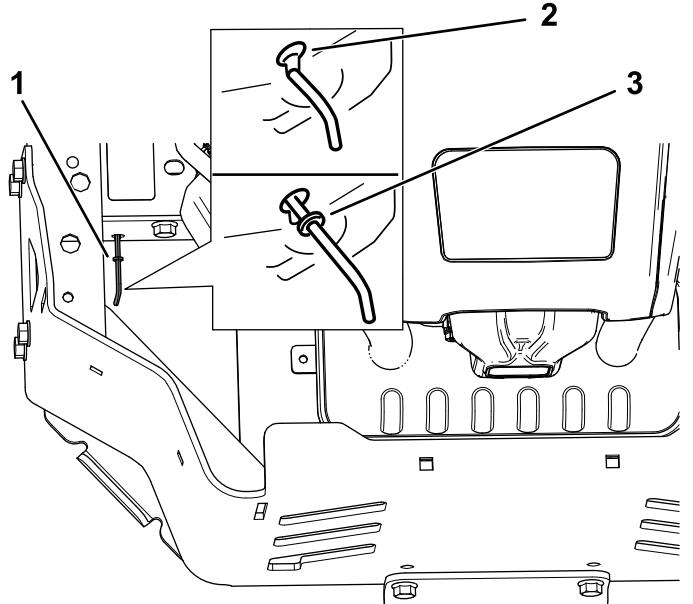

Figure 31
- Déplacez les leviers de dérivation en avant dans l'encoche en trou de serrure, puis vers le bas pour les verrouiller en position (Figure 31).
Déplacez les leviers de dérivation en arrière dans l'encoche en trou de serrure, puis vers le bas pour les verrouiller en position, comme montré à la Figure 31.